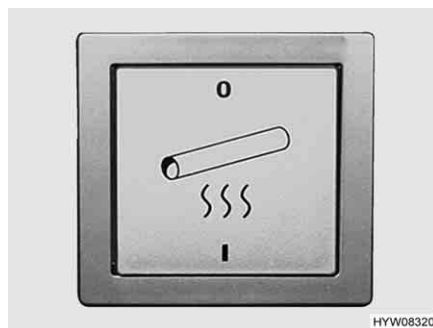

Fig. 112 Interruttore per il riscaldamento elettrico del tubo acque grigie
- Portare l'interruttore a bilico (Fig. 112) in posizione "I".
- Portare l'interruttore a bilico (Fig. 112) in posizione "0".